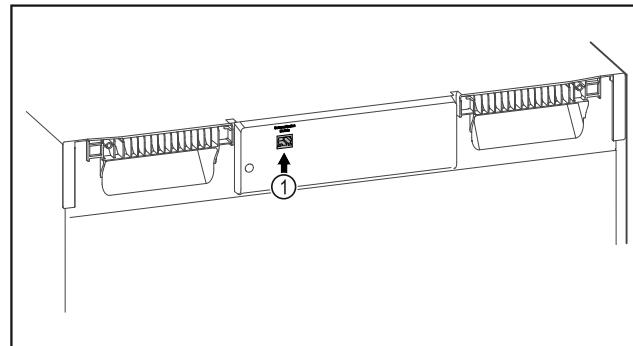

Fig. 114
To SmartModule Fig. 114 (1) είναι τοποθετημένο.